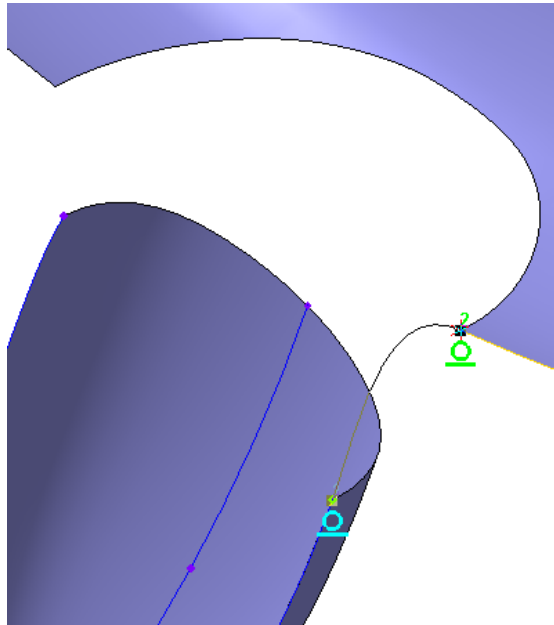

Рисунок 63
- Откройте список Условие на Панели свойств и укажите По касательной — сплайн изменит свою форму (рис.63).